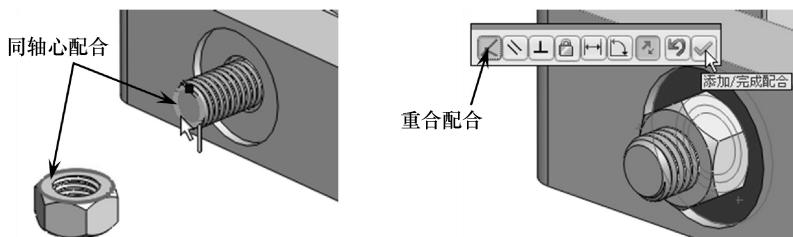

图 7-53 配合螺母和丝杠
- 05 装配螺母到丝杠。螺母与丝杠的配合也将使用【同轴心】配合和【重合】配合，如图 7-53 所示。